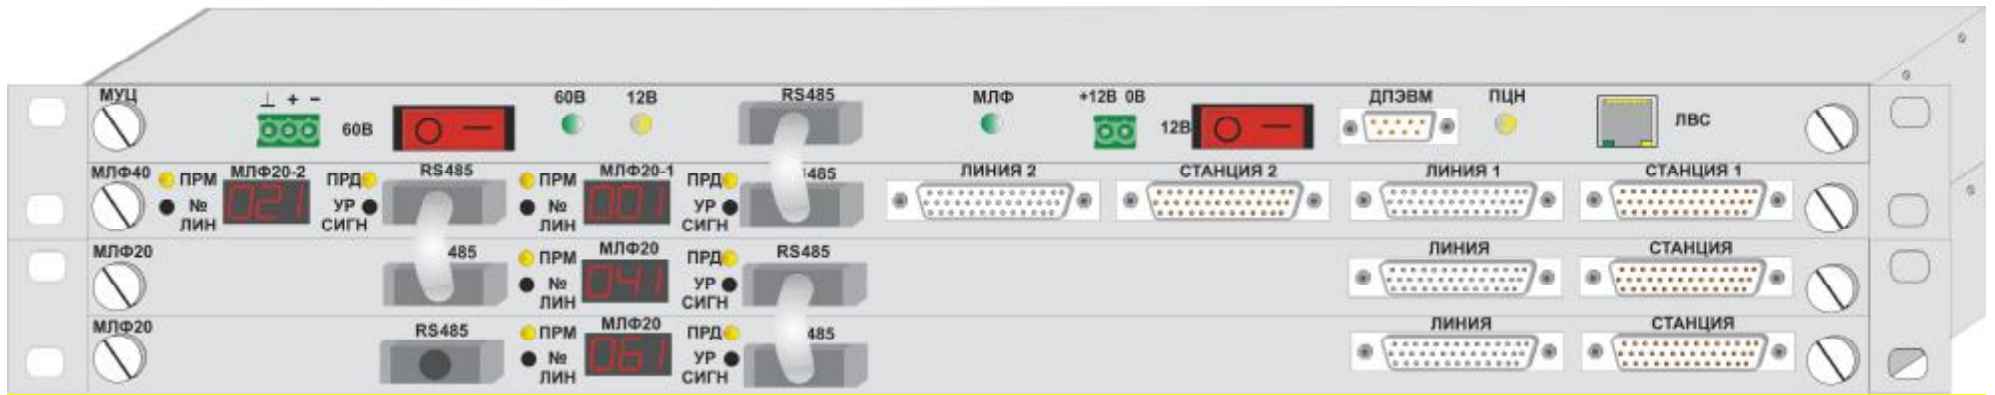

Рисунок 1. Ретранслятор «Аларм» исполнение «А».
1.4.1 Ретранслятор исполнения «А» (рисунок 1) состоит из блоков (таблица 1).